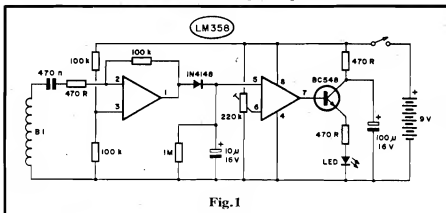

Fig.1
- FIG. 1 - O CIRCUITO - Centrado num único Integrado (que, contido, "embute" dois Amplificadores Operacionais muito sensíveis e versáteis...), tipo LM358 (CA1458...), o circuito tem seu diagrama muito simples mostrado na figura. O primeiro dos dois Amp.Ops. contidos no Integrado, delimitado pelos pinos 1-2-3, está arranjado em Amplificador de altíssimo ganho, cujo fator de amplificação é dimensionado pela relação dos valores do resistor de realimentação (100K, do pino 1 ao pino 2) e de Entrada (470R, ao pino 2). A Entrada Não Inversora (pino 3) é mantida a "meia Tensão" da alimentação geral, via resistores de 100K, "empilhados", que através do seu ponto de junção polarizam a dita entrada... Os campos eletro-magnéticos oscilantes ou pulsados que se pretende detectar, são captados pela bobina sensora B1, nela desenvolvendo pequenos sinais elétricos, os quais são levados, via capacitor isolador de 470n à Entrada Inversora do Amp.Op. (pino 2). Depois de grandemente amplificados, os sinais se apresentam na Saida desse Amp.Op., pino 1, após o que são retificados pelo diodo 1N4148 e "depositados" sobre o capacitor de "armazenamento", o eletrolítico de 10u "pa-